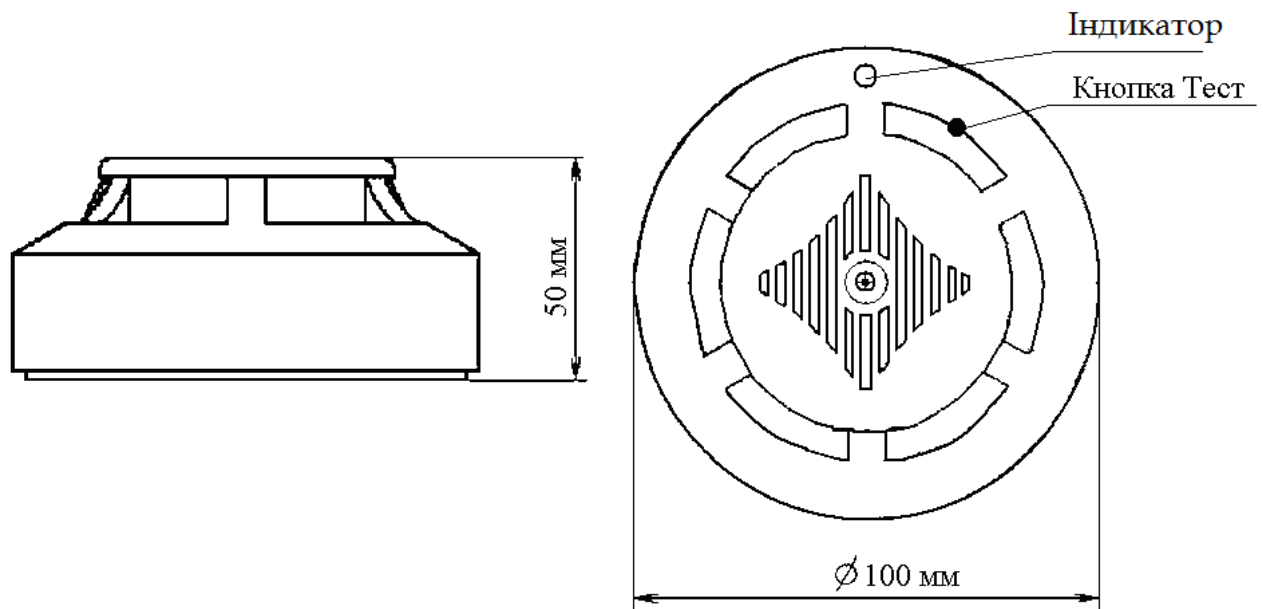

Рис. 1 Зовнішній вигляд сигналізатора
4.8 На кришці головки сигналізатора розташована кнопка «Тест», яка використовується для ручного тестування роботи всіх вузлів сигналізатора (див. Рис. 1).